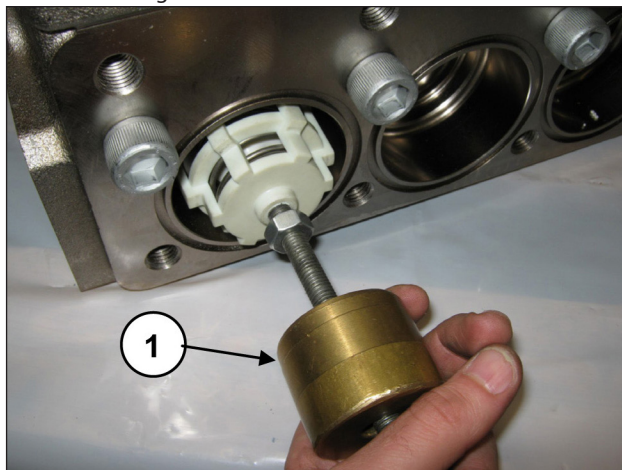

Fig. 140
Estrarre il gruppo valvola aspirazione mediante l'utilizzo di un estrattore a massa battente (cod. 27516400) da applicare al foro M10 del guida valvola (pos. ①, Fig. 140) o, in aggiunta, eventuale adattatore M10-M16 (cod. 25089700) da applicare al filetto M16 del guida valvola.